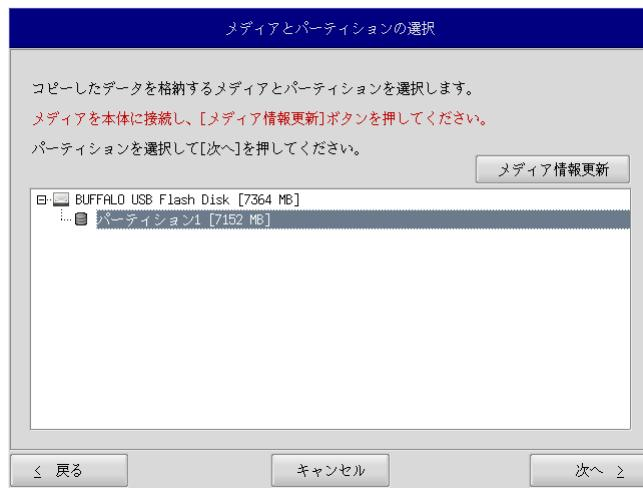

図5-3-2. メディアとパーティション選択画面
- ④ メディアとパーティション選択画面（図5-3-2）が表示されます。本体にバックアップUSBを接続し、[メディア情報更新]ボタンを押してください。バックアップファイルを保存するバックアップUSBのパーティションを選択し、[次へ]ボタンを押します。